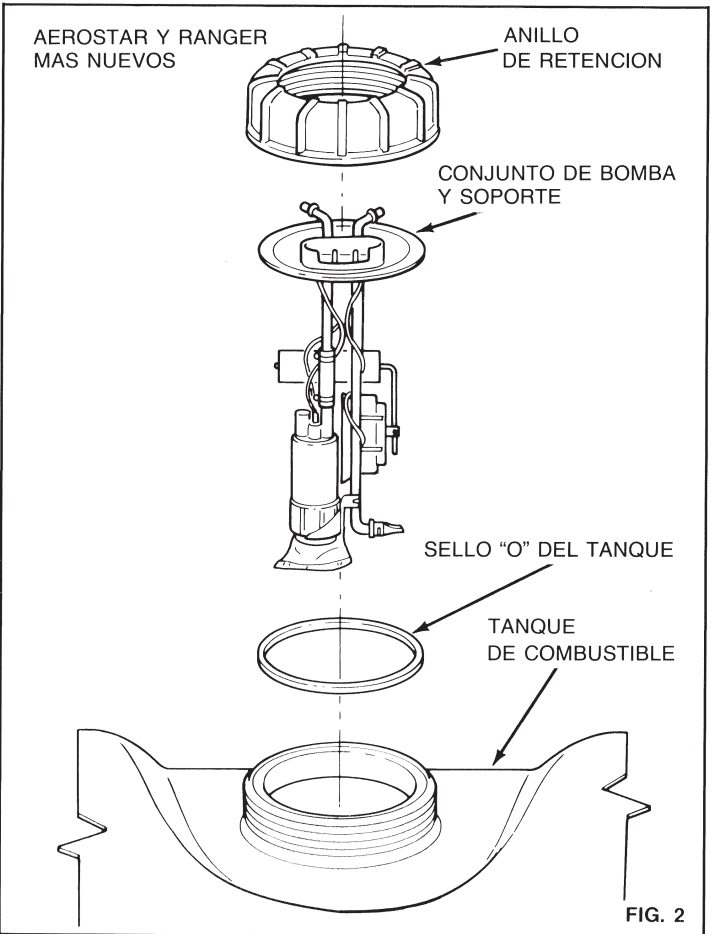

FIG. 2
2) Los "Aerostars" y "Rangers" más nuevos, usan un anillo de retención roscado por dentro que se parece a la tapa de un frasco para compotas (ver fig. 2). Este no usa traba para evitar que gire el anillo de retención.